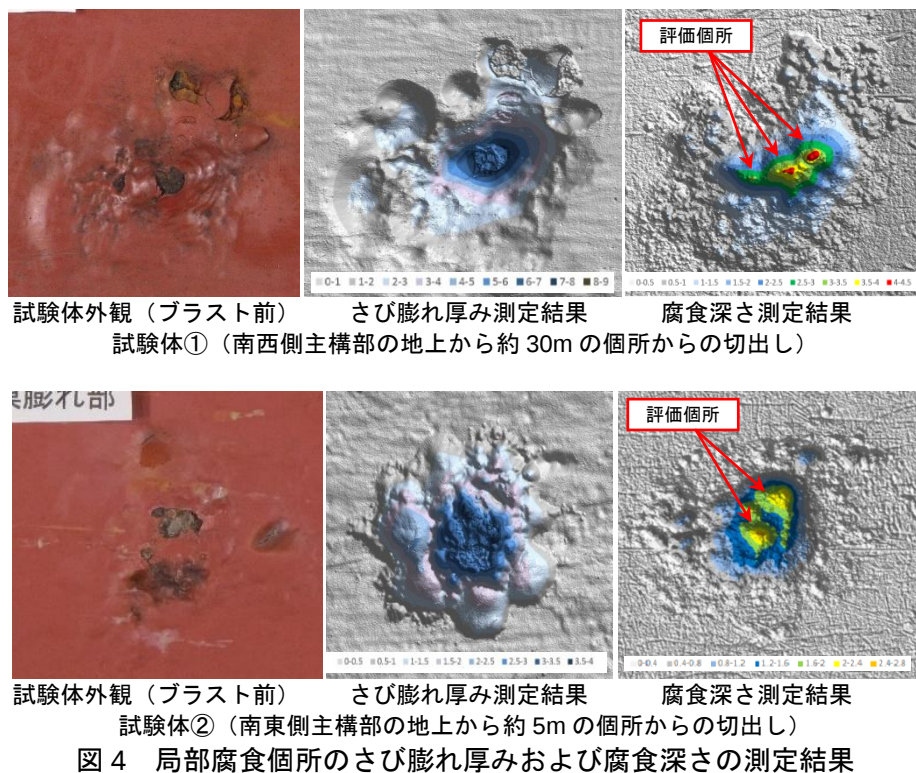
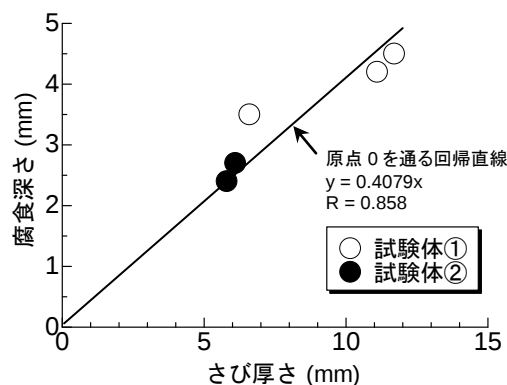

図4 局部腐食個所のさび膨れ厚みおよび腐食深さの測定結果
図5 さび厚さと腐食深さの関係
図4に、各試験体におけるブラスト前の外観写真とブラスト前後のレーザ変位計測定結果（コンター図）を示す。これより、いずれの試験体もブラスト前にはさび膨れと考えられる複数の膨れが確認され、ブラスト後はピット状の板厚減少個所が膨れの個数よりも明らかに多数観察された。また、最も大きなさび膨れ厚みを計測した個所は、最も大きな腐食深さを計測した個所とほぼ一致し、それらの個所は局部腐食の中心付近だった。続いて、レーザ変位計による測定結果に基づき、
とした場合のさび厚さと腐食深さとの関係について、腐食深さが比較的大きな個所を評価した。評価個所は図4に示すように、試験体①から3個所、試験体②から2個所を抽出した。図5に評価結果を示す。これより、評価値は線形の関係をもち、さび厚さと腐食深さが相関する可能性が得られた。